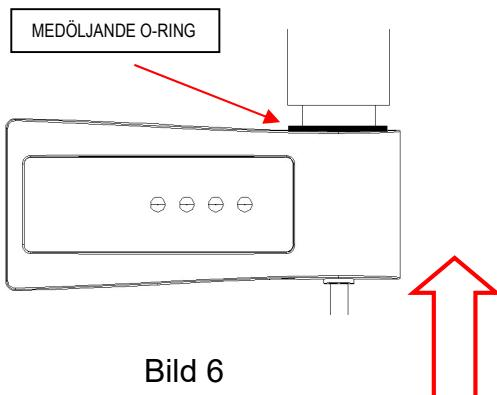

Bild 6
4. Sätt regulatorn på dess tillhörande plats på det elektriska värmeelementet (bild 6) och tryck uppåt tills dess att den medföljande o-ringen är helt insatt och fullständigt intryst. Försäkra dig om att ledningarna går hela vägen till regulatorn och att de inte sticker ut ur öppningens första del.
5. Dra åt den sexsidiga skruven och håll samtidigt regulatorn tryckt mot värmeelementet; Försäkra dig om att den medföljande o-ringen är helt komprimerad under användning (bild 6). Den sexsidiga skruven måste försvinna bakom kanten på plast delen. Dra åt den helt och hållt.